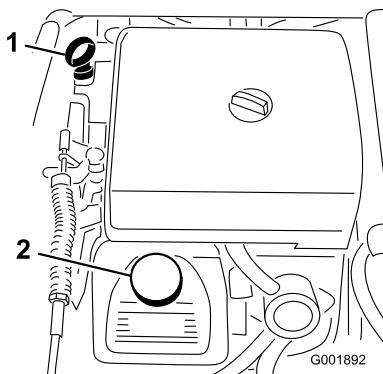

Figura 47
- Retire la varilla y límpielas con un paño limpio (Figura 47). Introduzca la varilla en el tubo asegurándose de que entre a fondo. Retire la varilla y compruebe el nivel de aceite.
- Si el nivel de aceite es bajo, retire el tapón de llenado de la cubierta de la válvula (Figura 47) y vierta aceite por el orificio hasta que el nivel de aceite llegue a la marca Lleno de la varilla. Añada el aceite lentamente y compruebe el nivel a menudo durante este proceso. No llene demasiado.
8. Agregue lentamente un 80% de la cantidad especificada de aceite por el tubo de llenado (Figura 47).